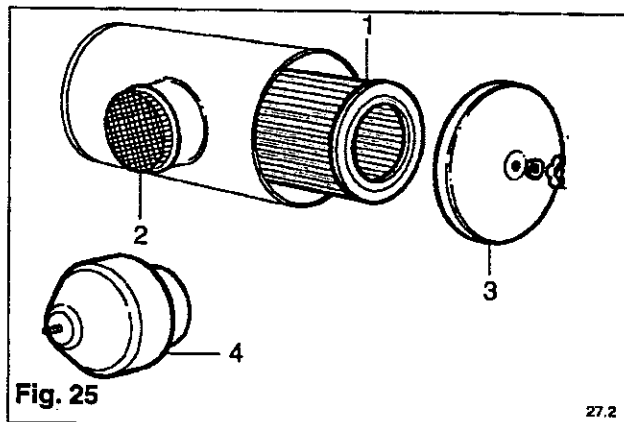

Fig. 25
Dévisser l'écrou à oreilles et enlever le couvercle (3) du corps de filtre à air, puis sortir avec précaution l'élément papier (1). Pour l'entretien de l'élément, se reporter aux **Instructions Générales d'Entretien** ci-après. Quand toutes les opérations d'entretien sont terminées, monter l'élément nettoyé ou neuf dans le corps de filtre. Remonter le couvercle en veillant à bien l'emboîter sur le corps de filtre avant de serrer l'écrou à oreilles. Vérifier et resserrer tous les raccords du filtre à air avant de remettre le moteur en marche (voir Fig. 25).